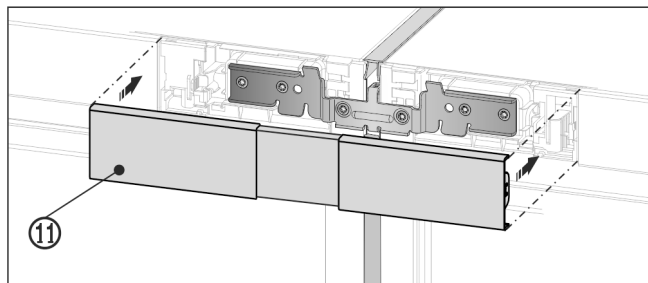

Fig. 29
- ▶ Bovenste afdekking Fig. 29 (11) op de nog open tussen-ruimte van de twee bedieningsdeelafdekkingen aanbrengen. Zorg ervoor de buitenzijden van de afdekking in een lijn met de bedieningsdeelafdekkingen zijn.